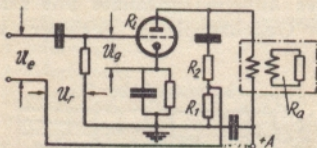

Bild 6
1. Spannungsgegenkopplung mit Reihenschaltung (Bild 6). Im Anodenkreis befindet sich ein Spannungsteiler, der für Gleich-